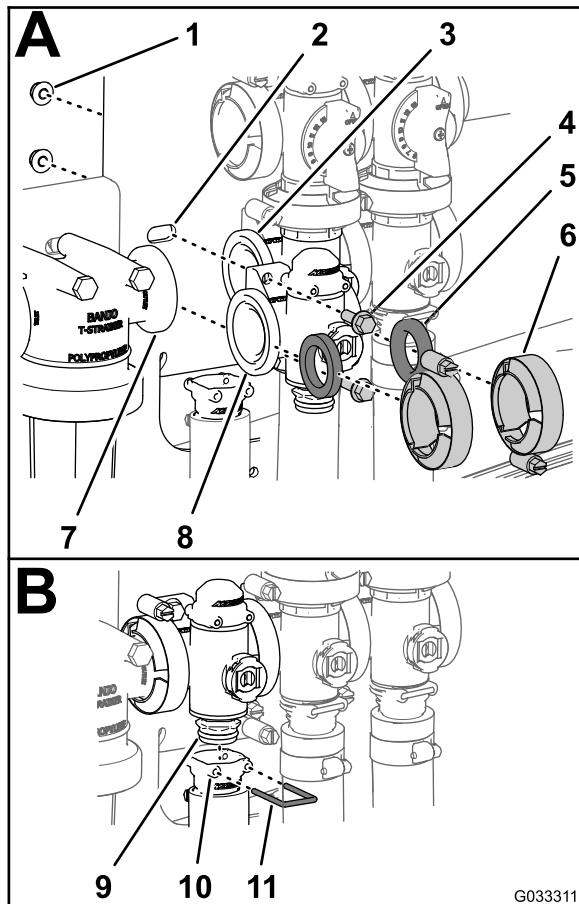

図75
- 散布量制御バルブマニホールドのフランジと圧力フィルタヘッドとの間に、ガスケットを入れる図75; A。
- 散布量制御バルブマニホールド、ガスケット、圧力フィルタヘッドを組み立てて、クランプを手締めする図75; A。
- 散布量制御バルブマニホールドのフランジと攪拌バルブマニホールドを組み立てて、クランプを手締めする図75; A。
- 散布量制御バルブマニホールド、ガスケット、攪拌バルブマニホールドを組み立てて、クランプを手締めする図75; A。
- 散布量制御バルブをバルブマウントに組み付ける図 75; A; フランジヘッドボルト2本、フランジロックナット2個を使用するが、これらはステップ3 散布量制御マニホールドバルブの取り外し(ページ 60)で取り外したものを利用する、ボルトとナットを $1,017\text{--}1,243 \text{ N}\cdot\text{cm}$ $1.0\text{--}1.2 \text{ kg/cm}^2$ = $90\text{--}110 \text{ in-lb}$ にトルク締めする。
- 出口フィッティングを、マニホールドバルブの下側エンドキャップフィッティングに取り付ける 図 75; B。
- エンドキャップフィッティングを出口フィッティングに取り付ける(出口フィッティングのソケットにリテナを差し込んで固定する 図 75; A。